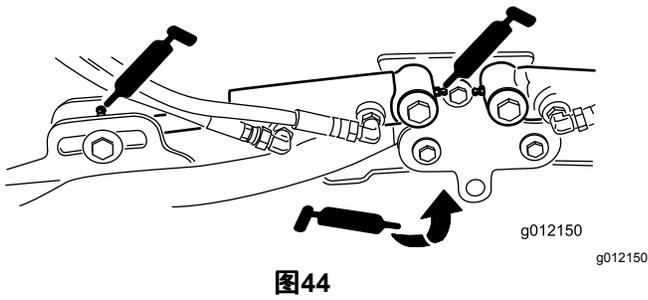

图44
- 滚刀组提升臂油缸每个滚刀组 2 个 图44
- 提升臂枢轴每个滚刀组 1 个图44